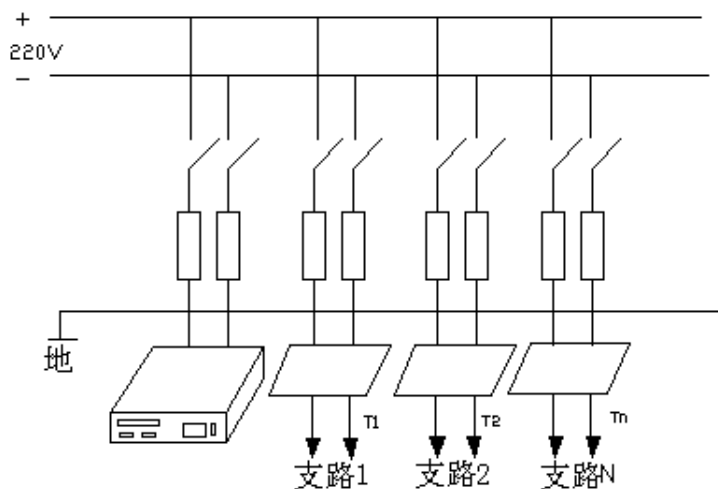
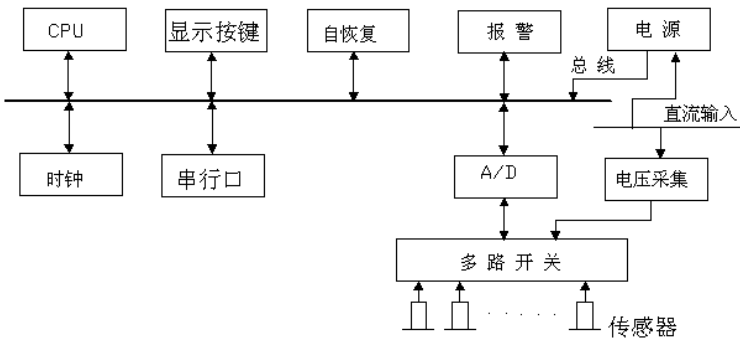

图 1 单段母线连接图
图 3 装置内部构成框图
3.1 装置在直流供电系统中的连接图。（见图 1、图 3）
3.2 装置内部结构图。（见图 3）
后面板 5 芯插座与传感器上的 5 芯插座均带有 5 芯插头，用适当长度的 5 芯电缆线一一对应相连接即可。如图 1、2 所示。